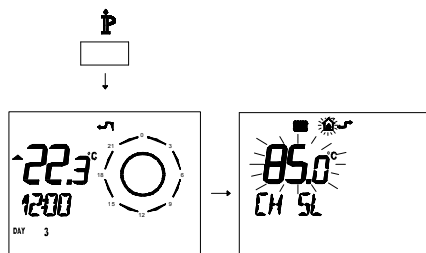

Figura 8.12
- Premere per più di 3 secondi il pulsante  per entrare in modalità **INFO** (Figura 8.12).